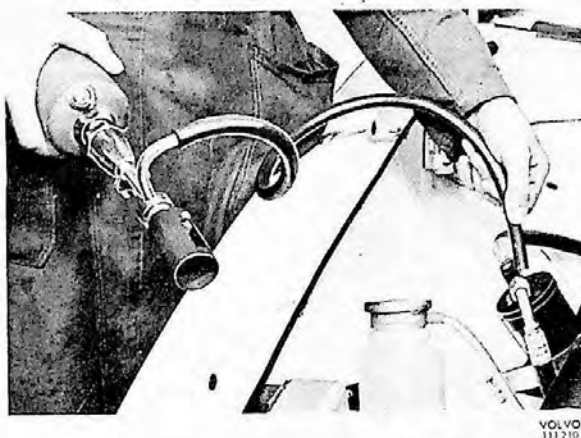

Fig. 4 Lekkage test.
4. Steek de lekkage detector aan en controleer alle schroefaansluitingen van de installatie door het uiteinde van de slang hier dichtbij te houden (Fig. 4.) Indien ter plaatse een lek aanwezig is, zal de vlam een blauw-groene kleur aannemen.
4. Steek de lekkage detector aan en controleer alle schroefaansluitingen van de installatie door het eind van de slang hier dichtbij te houden (Fig. 4). Indien er lekkage aanwezig is, zal de vlam een blauw-groene kleur aannemen. Controleer de gehele installatie zelfs indien reeds in het begin een lekkage wordt vastgesteld.